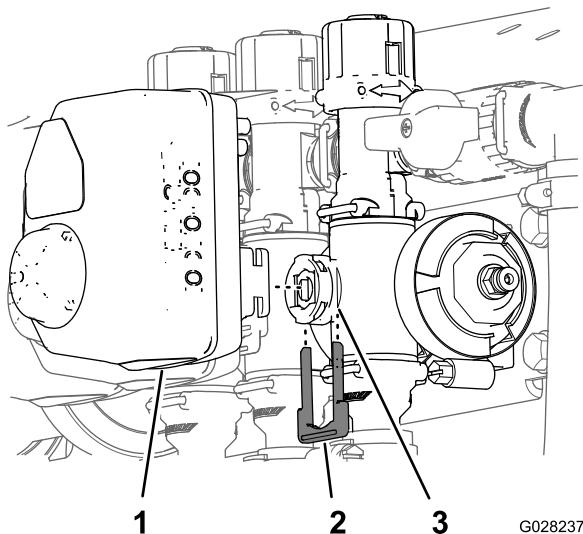

図 13
1. アクチュエータを個別ブームバルブまたは攪拌バルブ用のマニホールドバルブに固定しているリテナを外す図 13。